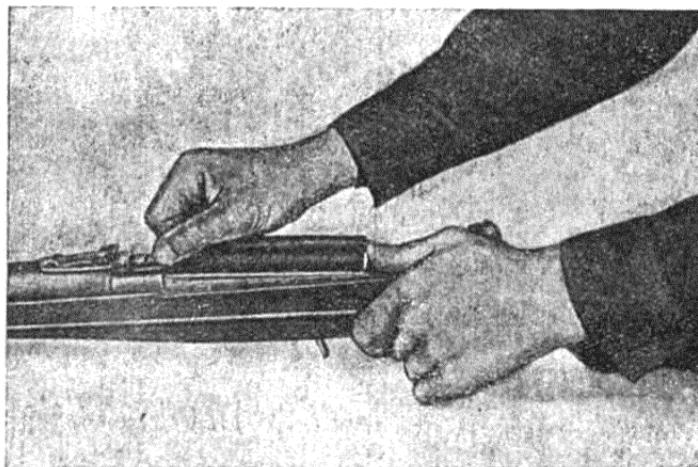

Рис. 68. Оdevание крышки коробки на коробку.
9. Соединить крышку коробки с коробкой, для чего соединить полукольцевой вырез крышки с выточкой стержня возвратной пружины и, подавая крышку вперед (одновременно сжимается возвратная пружина, поэтому крышку следует поддерживать сзади), ввести направляющие крышки в пазы коробки, после чего медленно отпустить крышку назад (рис. 68).